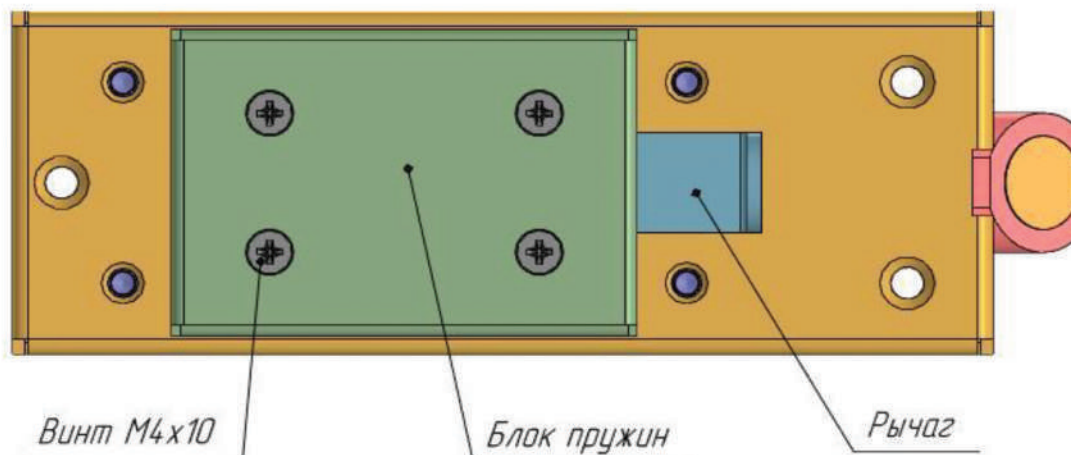

Рис. 1.
2. Откручиваем крестовой отверткой четыре винта М4х10 и снимаем блок пружин с рычагом (рис. 1).
16. Помещаем на корпус замка блок пружин с рычагом, совместив шпильку с отверстием в рычаге. Рычаг должен располагаться со стороны обоймы защелки (рис. 1). Заворачиваем крестовой отверткой четыре крепежных винта М4х10.